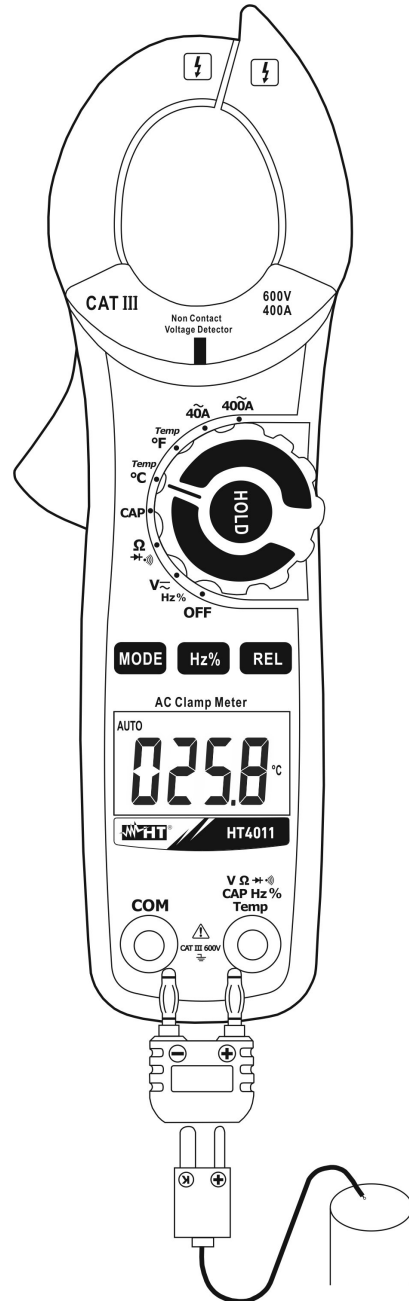

Abb. 8: Verwendung der HT4011 für Temperaturmessung
2. Verbinden Sie den mitgelieferten K-Typ Drahtfühler mit der **VΩ→→)CAPHz%Temp** und **COM** Eingangsbuchse mit Hilfe des entsprechenden Adapter. Achten Sie dabei auf die Polarität, die in Abb. 8 angegeben ist. Der Temperaturwert erscheint auf dem Display.